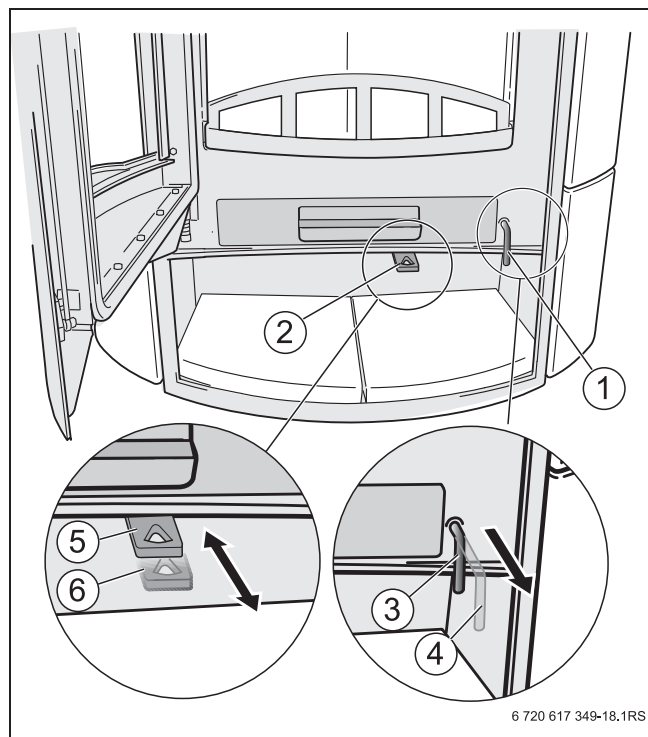

Рис. 22 Заслонка воздуха для горения и заслонка решётки
Камин имеет две воздушные заслонки для регулирования подачи воздуха для горения (→ рис. 22, стр. 18):
- Заслонка решётки (→ рис. 22, [1]) предназначена для регулирования первичной подачи воздуха (воздуха для горения) путём изменения сечения канала первичного воздуха в решётке.
- Заслонка воздуха для горения (→ рис. 22, [2]) предназначена для регулирования первичного и вторичного воздуха, а также воздуха для обдувки стекла.